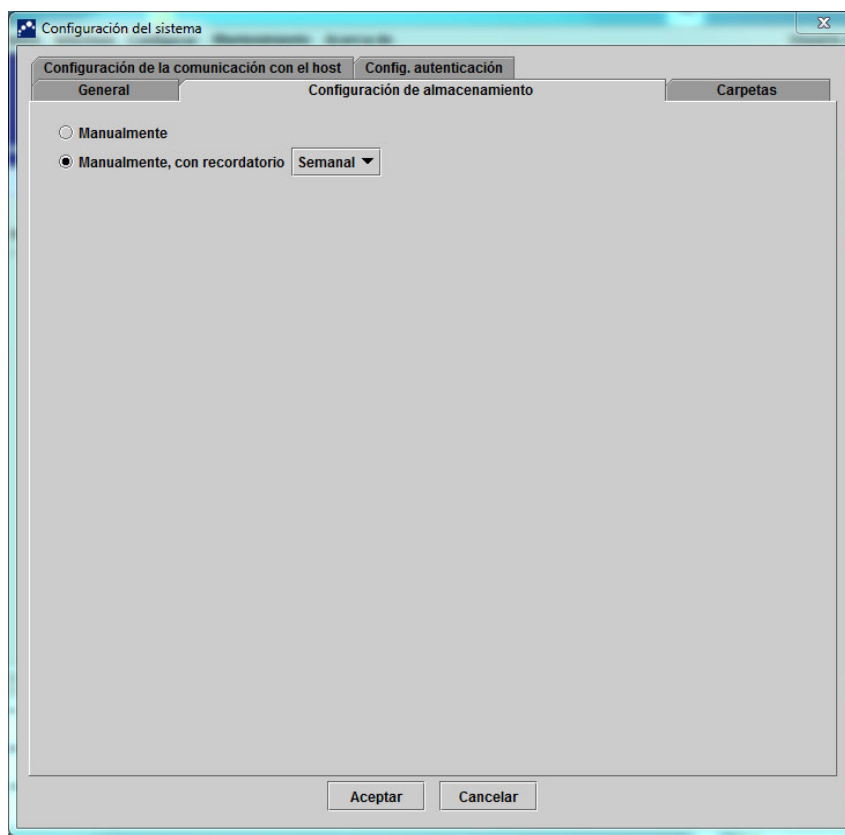

Figura 2-79. Cuadro de diálogo Configuración del sistema (ficha Configuración de almacenamiento)
2. Haga clic en la ficha **Configuración de almacenamiento**. Aparece la información de la ficha **Configuración de almacenamiento**. Consulte la figura 2-79.